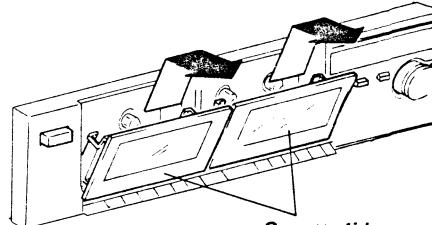

Fig. 5 Abb. 5
(1) Cassette lid (Fig. 5)
(1) Cassetten-Schachtdeckel (Abb. 5)
(1) Trappe à cassettes (Fig. 5)